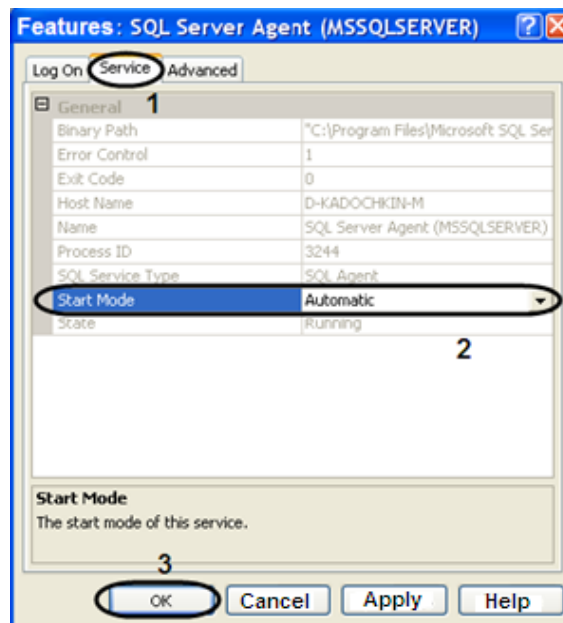

Fig. 9.3—2 Features "Sql Server Agent"
- 5.6. Click «Ok» to save the changes (Fig. 9.3—2, 3).
- 5.7. The «Start Mode» parameter was named as «Automatic» in result (Fig. 9.3—1, 4).